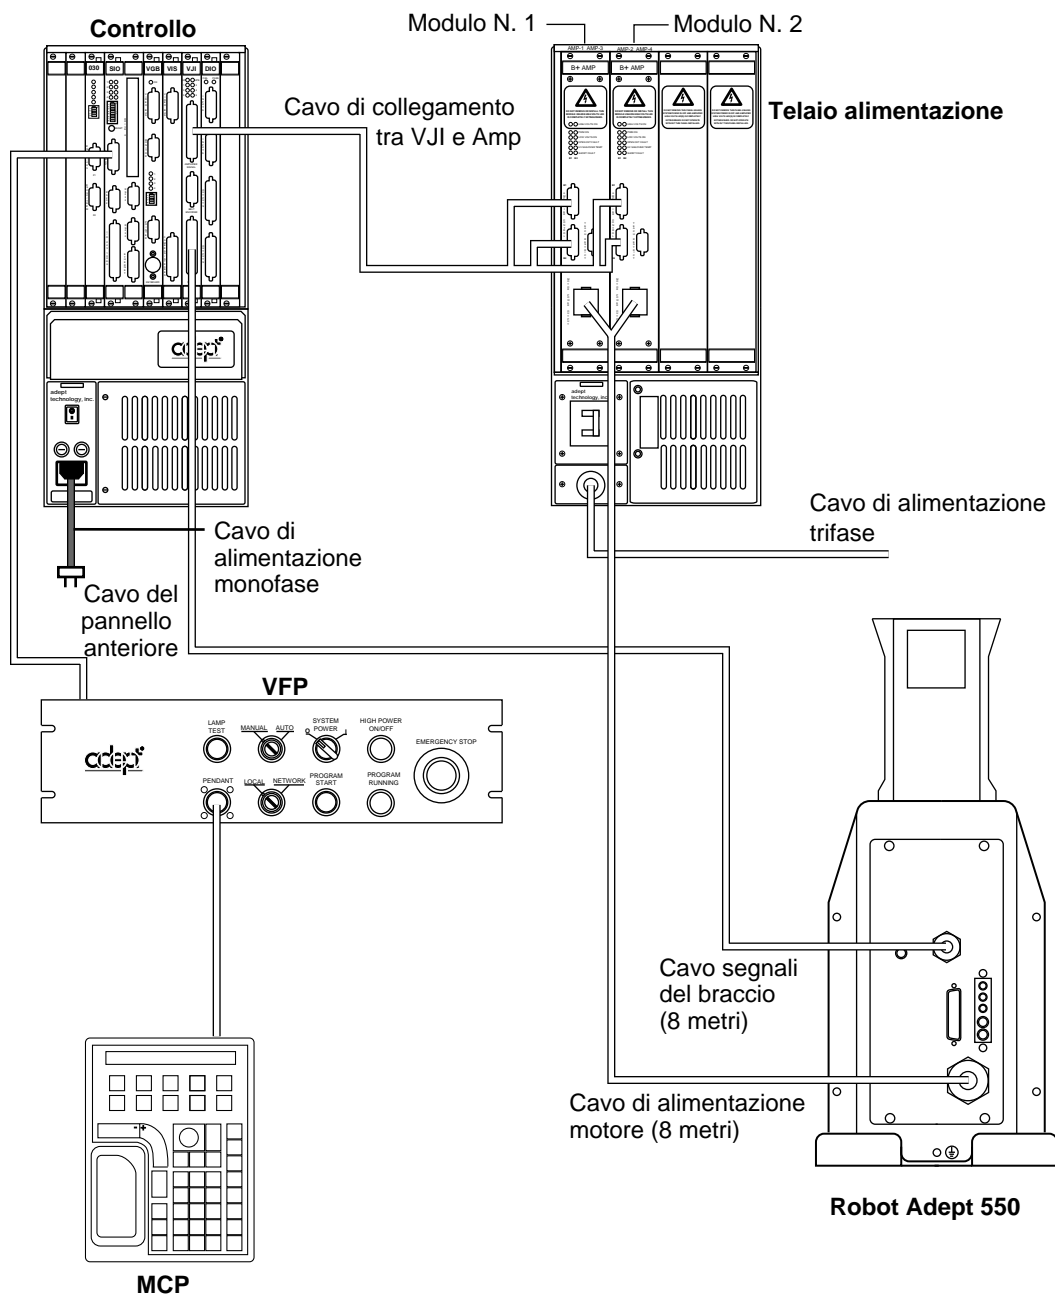

Figura 2-10. Installazione dei cavi del sistema robotico Adept 550
Il cavo di 8 metri tra il robot e il telaio alimentazione è definito cavo di alimentazione del motore. E' permanentemente collegato al robot e possiede due connettori quadri sull'estremità del telaio alimentazione. Questo cavo trasporta l'alimentazione CC ad alta tensione ai motori. Questo circuito CC indipendente può essere isolato con l'interruttore automatico sulla parte anteriore del telaio alimentazione Adept PA-4. Vedere la Figura 2-10.
Il cavo di 8 metri tra il robot e il modulo VII nel controller Adept MV è denominato cavo segnali del braccio. E' permanentemente collegato sul robot e l'estremità del controller ha un connettore D-sub a 50 piedini. Vedere la Figura 2-10
1. Collegare l'estremità del cavo con un connettore al connettore contrassegnato "Amplifier Signal" (superiore) sul modulo VJI. Serrare le viti. Vedere la Figura 2-10.